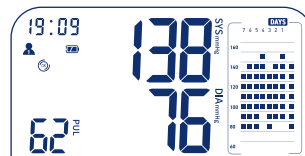

Figure 4
- À la fin de la mesure, le brassard se dégonfle automatiquement. Les valeurs déterminées de pression systolique et diastolique et du pouls s'affichent sur l'écran (figure 4).